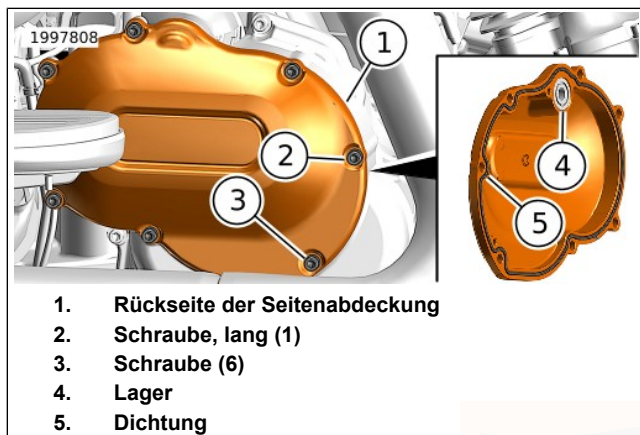

Abbildung 120. Rückwärtsgang-Seitenabdeckung
2. Siehe Abbildung 120. Die Schrauben (2, 3) und die Endabdeckung (1) entfernen.
- a. Siehe Abbildung 120. Eine **neue** Dichtung (5) an der Rückwärtsgang-Seitenabdeckung einbauen und überprüfen, ob das Lager (4) an der Rückwärtsgang-Seitenabdeckung (1) richtig sitzt.